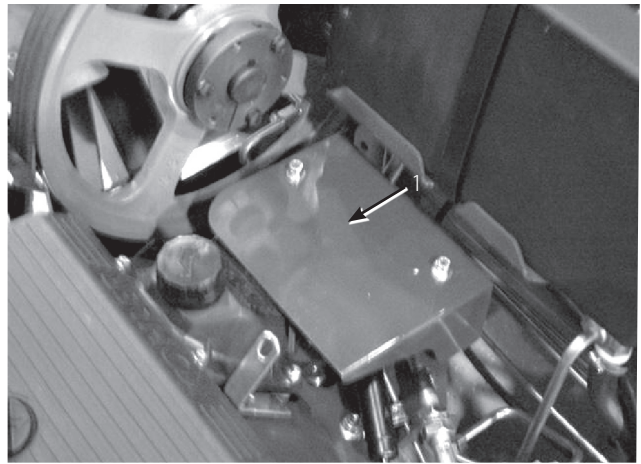

図 57
2. ポンプ・シールドの取り付けナット (2 個) を取り、シールドを外す (図57)。
2. ポンプ・シールドの取り付けナット（2 個）を取り、シールドを外す（図57）。